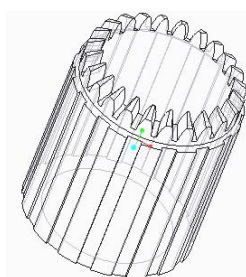

图 2-20 隐藏线显示
2) 单击工具栏中的隐藏线按钮图标 ，以隐藏形式显示模型，结果如图 2-20 所示。